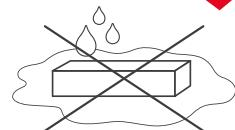

Рис. 3. Не устанавливать источник в местах скопления воды.
- 4.9. Не размещайте источник в местах и нишах, где может скапливаться вода. Нахождение источника в воде (лужа, тающий снег) вызывает разрушающие электрохимические процессы (Рис. 3.).